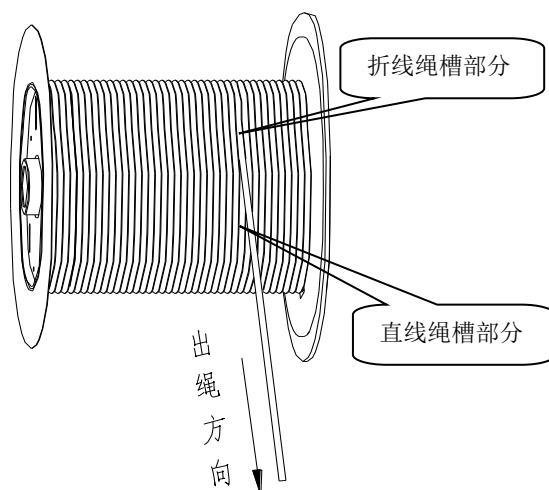

图 9.2-10 卷筒结构图
- 2.7.1** 塔机起升机构为多层卷绕，使用的卷筒为双折线卷筒，折线绳槽卷筒是一种适合于多层钢丝绳缠绕的卷筒，它的特点是卷筒绳槽大部分为直线绳槽，下层钢丝绳的排列对上层钢丝绳排列有明显的导向作用，不易产生爬绳和乱绳现象，以利于钢丝绳多层卷绕时的有序排列，本机构绕绳简图如图 9.2-10 所示：